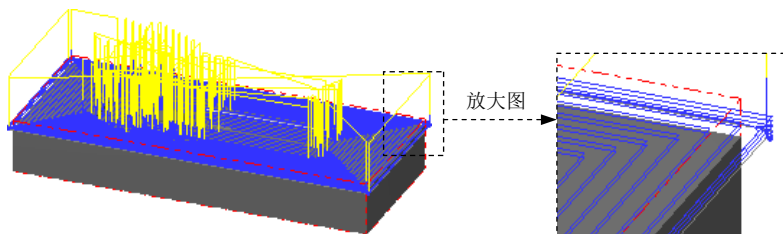

图 7.12 刀具路径
(4) 设置冷却方式。在 **参数** 选项卡中单击 **Coolant...** 按钮, 在系统弹出的“Coolant...”对话框的 **Flood** (切削液) 下拉列表中选择 **On** 选项。单击 **✓** 按钮, 关闭“Coolant...”对话框。
(5) 单击“定义刀具-机床群组-1”对话框中的 **✓** 按钮, 完成刀具参数的设置。
Step6. 设置曲面参数。在“曲面残料粗加工”对话框中单击 **曲面参数** 选项卡, 在 **预留量** (此处翻译有误, 应为“加工面预留量”) 文本框中输入值 0.5, 在 **下刀位置 (F)** 文本框中输入值 5, **曲面参数** 选项卡中的其他参数采用系统默认设置值。
Step8. 单击“曲面残料粗加工”对话框中的 **✓** 按钮, 同时在图形区生成图 7.12 所示的刀具路径。